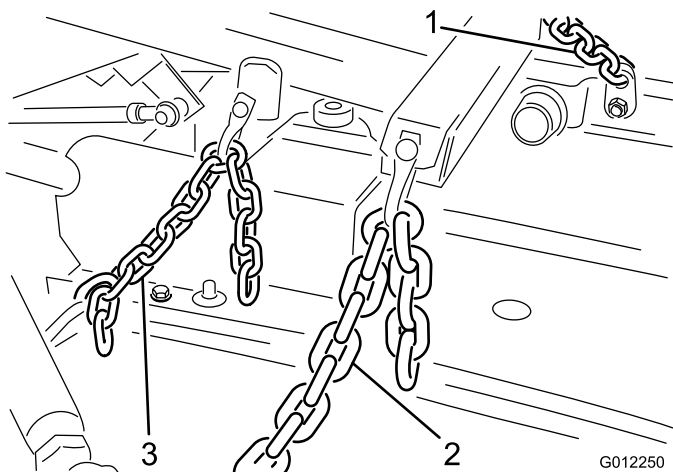

Figura 9
1. Collegate le catene di sollevamento alle staffe della catena dell'apparato di taglio e del braccio di sollevamento con 6 grilli, perni dei grilli (3/8 x 1-1/2 poll.) e coppie (1/8 x 3/4 poll.) (Figura 9). Per garantire il sollevamento corretto dell'unità di taglio, fissate le catene alle maglie seguenti per collegare: